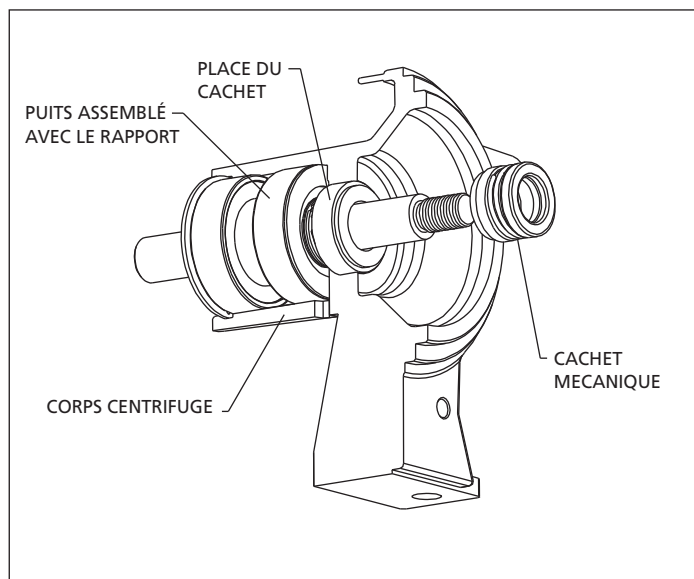

Figure 4 : l'Enlèvement du cache
4. La tête de cachet (la partie de Ref. No 5) peut être maintenant tiré de l'arbre. (Voir la figure 4).
**Sceller l'Enlèvement d'Assemblée et l'Installation (figures 4 à 7)**